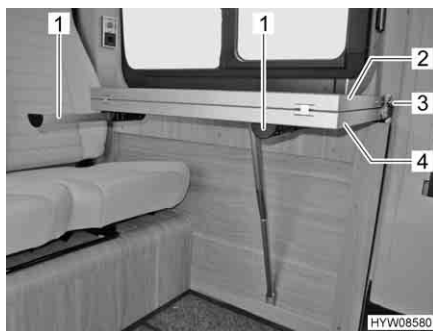

Fig. 35 Tavolo
- Sfilare i due puntelli (Fig. 35,1).
- Sfilare il bottone di sicurezza (Fig. 35,3) e rimuovere la cintura di ritengo dalla prolunga del piano del tavolo (Fig. 35,2).
- Aprire la prolunga del piano del tavolo (Fig. 35,2).
- Ripiegare la prolunga del piano del tavolo (Fig. 35,2).
- Spingere il bottone di sicurezza (Fig. 35,3) della cintura di ritengo sul supporto della prolunga del piano del tavolo.
- Infilare dentro i due puntelli (Fig. 35,1).
- Sollevare leggermente il piano del tavolo (Fig. 35,4) in avanti.